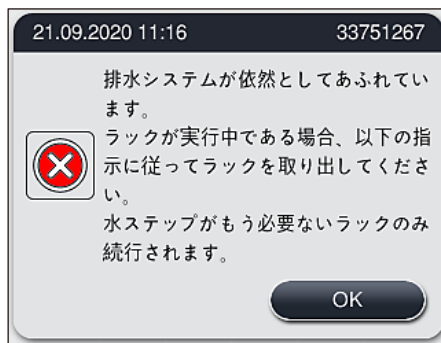

図 127
3. クリーニング対策にもかかわらず、詰まりが取り除けない場合は、危険水位が続くことから、水ステーションは無効となります。ディスプレイに水ステーションが故障している则表示されます。1 つ以上のプログラムを中止するには、(→「図 125-2」) または (→「図 126-2」) を押します。意図的な中止プロセスが開始します。水ステップが必要ないプログラムは、染色プロセス終了まで続行されます。まだ 1 つ以上の水ステップが必要な残りのラックは、すべてキャンセルし、装置から取り出す必要があります。続くメッセージ (→「図 127」) を「OK」を押して確認します。